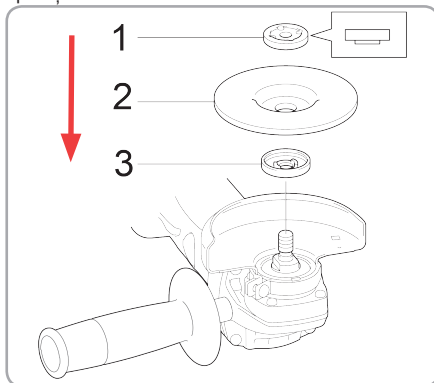

Fig.7
- Montați flanșa interioară Fig. 7 (3) pe ax.
- Fixați discul Fig. 7 (2).
- Înșurubați piulița Fig. 7 (1).